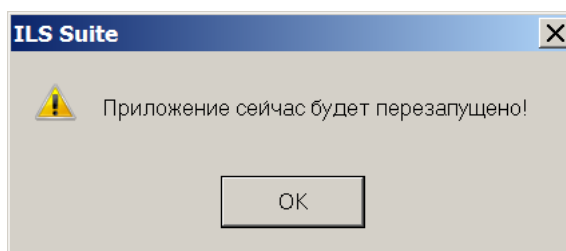

Рис. 30-34 – Информационное окно о перезапуске приложения
- «Нет» для отказа от импорта и перезагрузки ILS Suite. Закрывать окно импорта (в окне импорта кнопка «Выход» меняется на «Остановить импорт»). В новом информационном окне о перезапуске приложения нажать «ОК» (рис. 30-34). После перезапуска ILS Suite вновь подключиться к БД и выполнить необходимые действия для импорта данных.